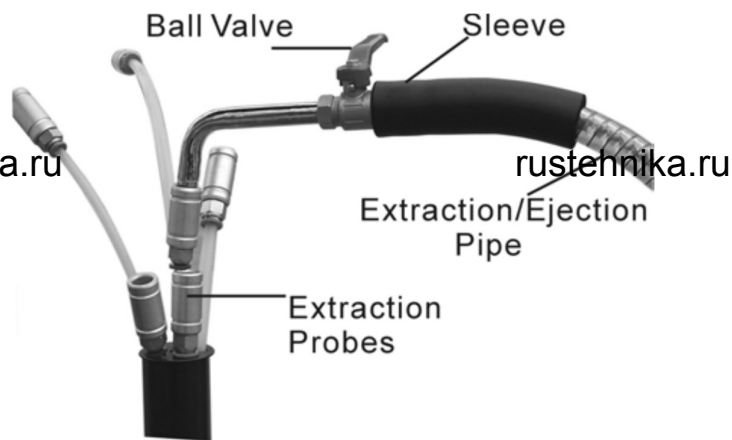

Fig. 2
2. Выберите подходящий по диаметру шуп (максимально большой из подходящих по диаметру к отверстию двигателя) и плотно установите на носик. (согласно Fig.2)
4. Откройте клапан на носике (на Fig.2), масло будет извлекаться в бак.
7. После завершения откачки, закройте клапан (на Fig.2)
2. Если вакуумирование не было проведено для бака, откройте дополнительно клапан (на Fig.2) для более быстрого перелива масла в бак.
3. Закройте клапан 1 (на Fig.1) и клапан (Fig.2) по завершению.